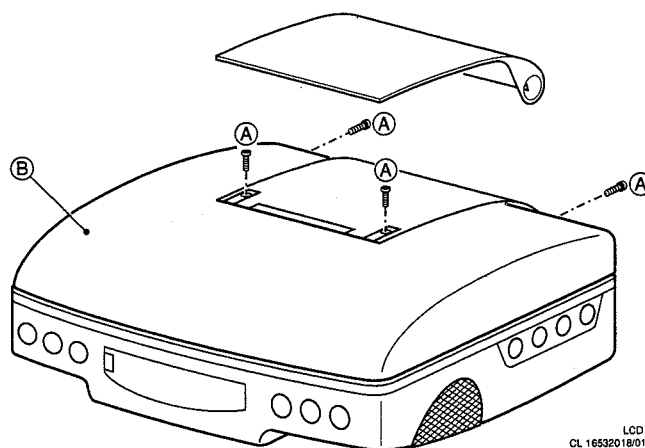

Abb. 4.2
Die vier Schrauben (A) auf der Rückseite des Gehäuseteils (B) der LCD-Platine entfernen (siehe Abb. 4.2).